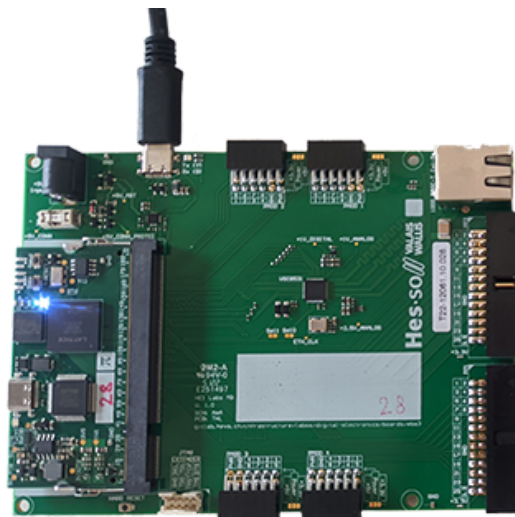

Abbildung 7: EBS3 FPGA Platine [\[3\]](#)
- Ein Entwicklungsboard FPGA, siehe Abbildung Abbildung 7.